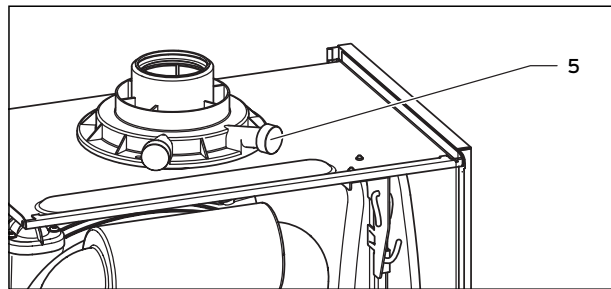

Fig. 7.6 Măsurarea conținutului CO₂
- Rotiți șurubul de setare numerică a aerului (4, Abb. 7.6) cu grijă spre dreapta (în sensul acelor de ceasornic), pentru a diminua conținutul de CO₂.